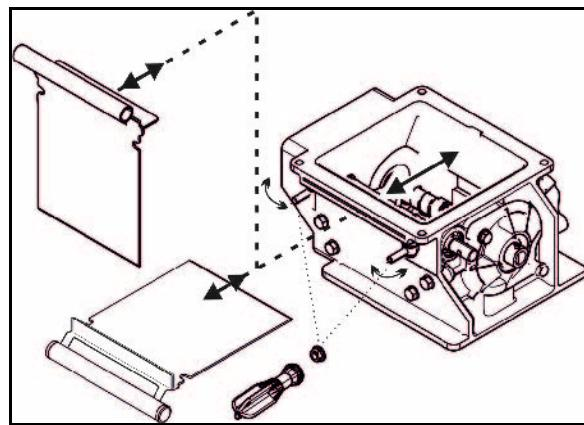

Рис. 106
1. Установите переключающий кран (Рис. 106) в положение **A**.
5. Установите запорный кран (Рис. 106) в положение **B**.